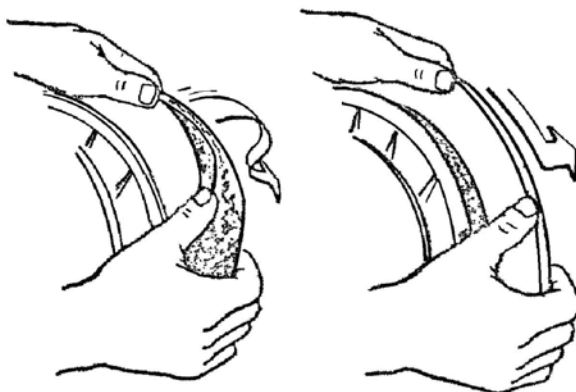

Рисунок 26 – Снятие приводного ремня
- нажатием на крышку (рисунок 26) раздвинуть конуса ведомого шкива и закрепить в полностью открытом положении;